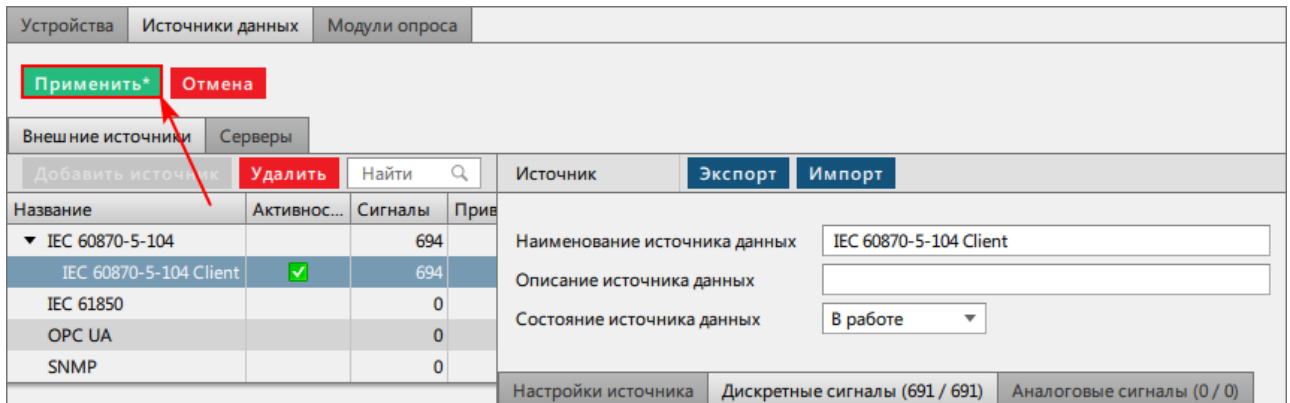

Рисунок 261 - Сохранить изменения
9. Нажмите **Применить** (Рисунок 261).